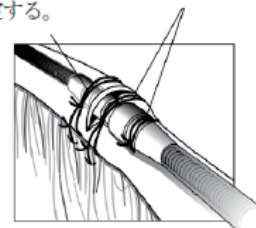

図4. 経皮的（静脈穿刺）植込みにおけるスリーブの使い方。
- (1) スーチャスリーブを静脈切開口まで滑らせ、スーチャスリーブ周囲の静脈を結紮する(図4)。
- (2) リードの移動を防ぐために隣接した筋膜とスリーブを縫合する。
- (3) リードを動かし、スーチャスリーブが確実に固定されていることを確認する。